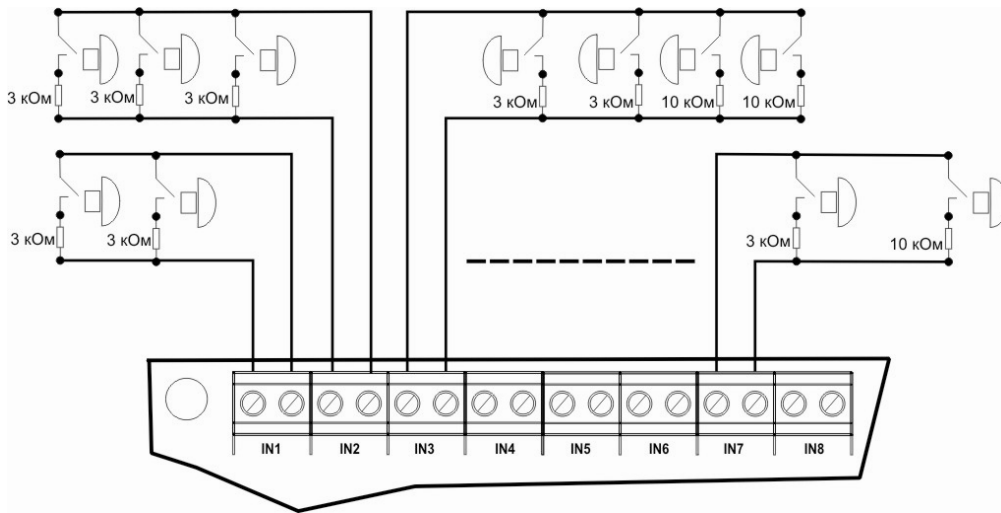
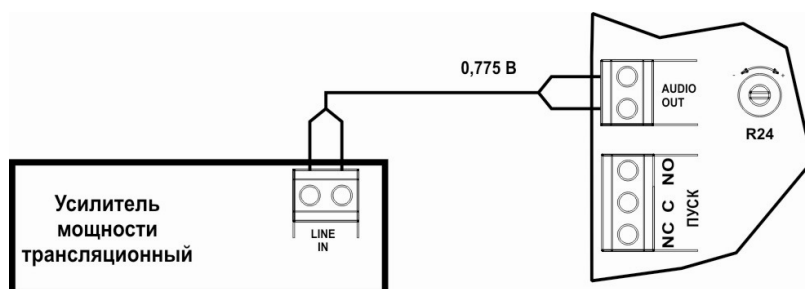
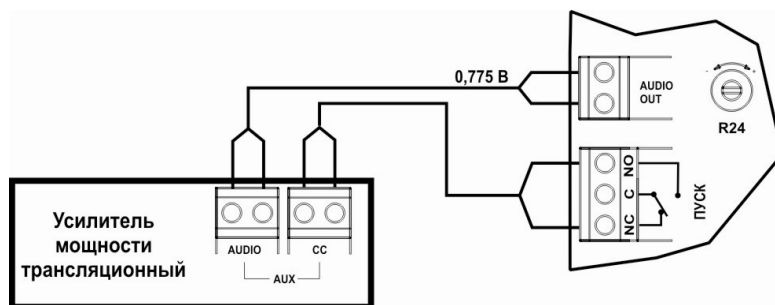

Рис.4
Рис.5
Рис.6
- 2) Подключите все необходимые электропроводки к винтовым контактам разъемов изделия согласно схемам подключения (см. Рис.4, Рис.5 и Рис.6)